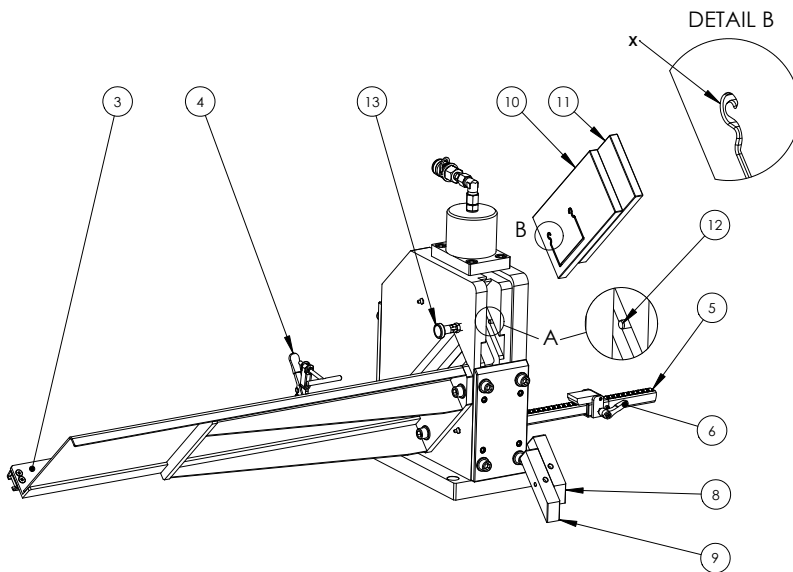

Abb.2
Die Scherplatten können jetzt in den geöffneten Scherplattenschacht eingesetzt werden. Korrekte Lage der Scherplatten = wie abgebildet. Besitzen die Scherplatten Einlauffasen (siehe Abb. 2, Detail B), dann müssen diese bei der linken Scherplatte „links“ sein und bei der rechten Scherplatte „rechts“.
1. die Lage des zu scherenen Profiles beim Einlegen so ist, wie in Abb. 2 zu sehen